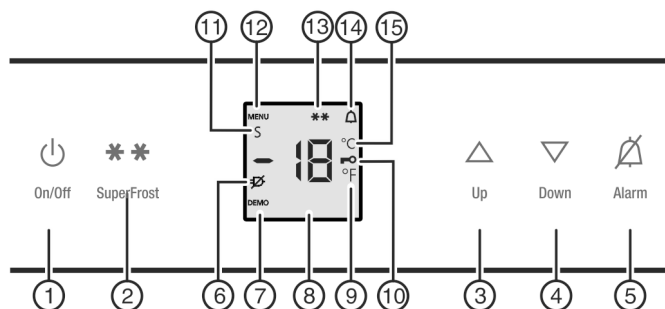

Fig. 2
- ▶ Pulsar tecla On/Off *Fig. 2 (1)*
- ▶ Confirmar con la tecla SuperFrost *Fig. 2 (2)*.
- ▷ El símbolo de seguridad para niños *Fig. 2 (10)* se ilumina en el indicador.
- ▶ Pulse brevemente la tecla On/Off *Fig. 2 (1)*.
- ▶ Activar el modo de ajuste: pulse la tecla SuperFrost *Fig. 2 (2)* durante aprox. 5 segundos.
- ▷ En el indicador se visualiza el símbolo Menú *Fig. 2 (12)*.
- ▷ El símbolo seguridad para niños *Fig. 2 (10)* desaparece.
- ▶ Activar el modo de ajuste: pulse la tecla SuperFrost *Fig. 2 (2)* durante aprox. 5 s.
- ▷ El símbolo de menú *Fig. 2 (12)* parpadea.
- ▶ Utilice la tecla de ajuste Up *Fig. 2 (3)*/ la tecla de ajuste Down *Fig. 2 (4)* para seleccionar °.
- ▶ Confirmar: pulse brevemente la tecla SuperFrost *Fig. 2 (2)*.
- ▶ Utilice la tecla de ajuste Up *Fig. 2 (3)*/ la tecla de ajuste Down *Fig. 2 (4)* para seleccionar °F o °C.
- ▶ Desactivación del modo de ajuste: Pulse la tecla On/Off *Fig. 2 (1)*.
- ▶ Pulse la tecla Alarm *Fig. 2 (5)*.
Simultáneamente, parpadea la indicación de temperatura y el símbolo de alarma *Fig. 2 (14)*.
El tono de aviso se desactiva automáticamente, el símbolo de alarma *Fig. 2 (14)* se apaga y la indicación de temperatura deja de parpadear cuando la temperatura vuelve a descender lo suficiente.